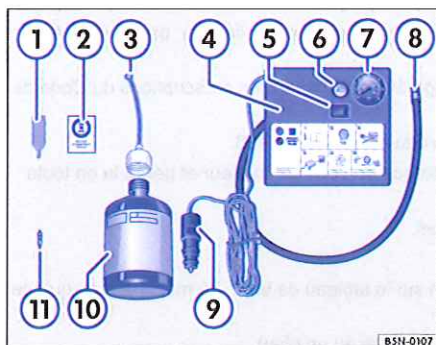

Fig. 228 Schéma de principe : composition du kit de crevaisson.
Le kit de crevaisson se trouve dans le coffre à bagages, sous le revêtement de plancher. Il se compose des éléments suivants → fig. 228 :
13. Collez l'autocollant \Rightarrow fig. 228  du kit de crevaison sur le tableau de bord, de manière à ce qu'il se trouve dans le champ de vision du conducteur.
- Dévissez l'obus de valve de la valve du pneu à l'aide de l'extracteur d'obus \Rightarrow fig. 228  et placez-le sur un support propre.
- Secouez plusieurs fois énergiquement la bouteille de produit de colmatage des pneus \Rightarrow fig. 228 .
- Vissez fermement le flexible de remplissage \Rightarrow fig. 228  sur la bouteille de produit de colmatage des pneus dans le sens des aiguilles d'une montre. Le film situé sur le bouchon est alors automatiquement percé.
- Retirez le bouchon du flexible de remplissage \Rightarrow fig. 228  et enfoncez l'extrémité libre sur la valve.
- Revissez l'obus de valve dans la valve du pneu à l'aide de l'extracteur d'obus ⇒ **fig. 228 ①**.
- Vissez fermement le flexible de gonflage du pneu ⇒ **fig. 228 ⑧** du compresseur d'air sur la valve du pneu.
- Veillez à ce que la vis de décharge de pression d'air ⇒ **fig. 228 ⑥** soit fermée.
- Branchez la fiche électrique ⇒ **fig. 228 ⑨** dans une prise de courant 12 volts du véhicule ⇒ page 187.
- Mettez en marche le compresseur d'air à l'aide de l'interrupteur MARCHE/ARRÊT ⇒ **fig. 228 ⑤**.
- Faites fonctionner le compresseur d'air jusqu'à l'obtention d'une pression de 2,0 à 2,5 bars (29 – 36 psi / 200 – 250 kPa) ⇒ **⚠**. **Durée maximale de fonctionnement : 8 minutes** ⇒ **①**.
Raccordez à nouveau le flexible de gonflage du pneu ⇒ **fig. 228 ⑧** et consultez la pression indiquée sur le manomètre **⑦**.